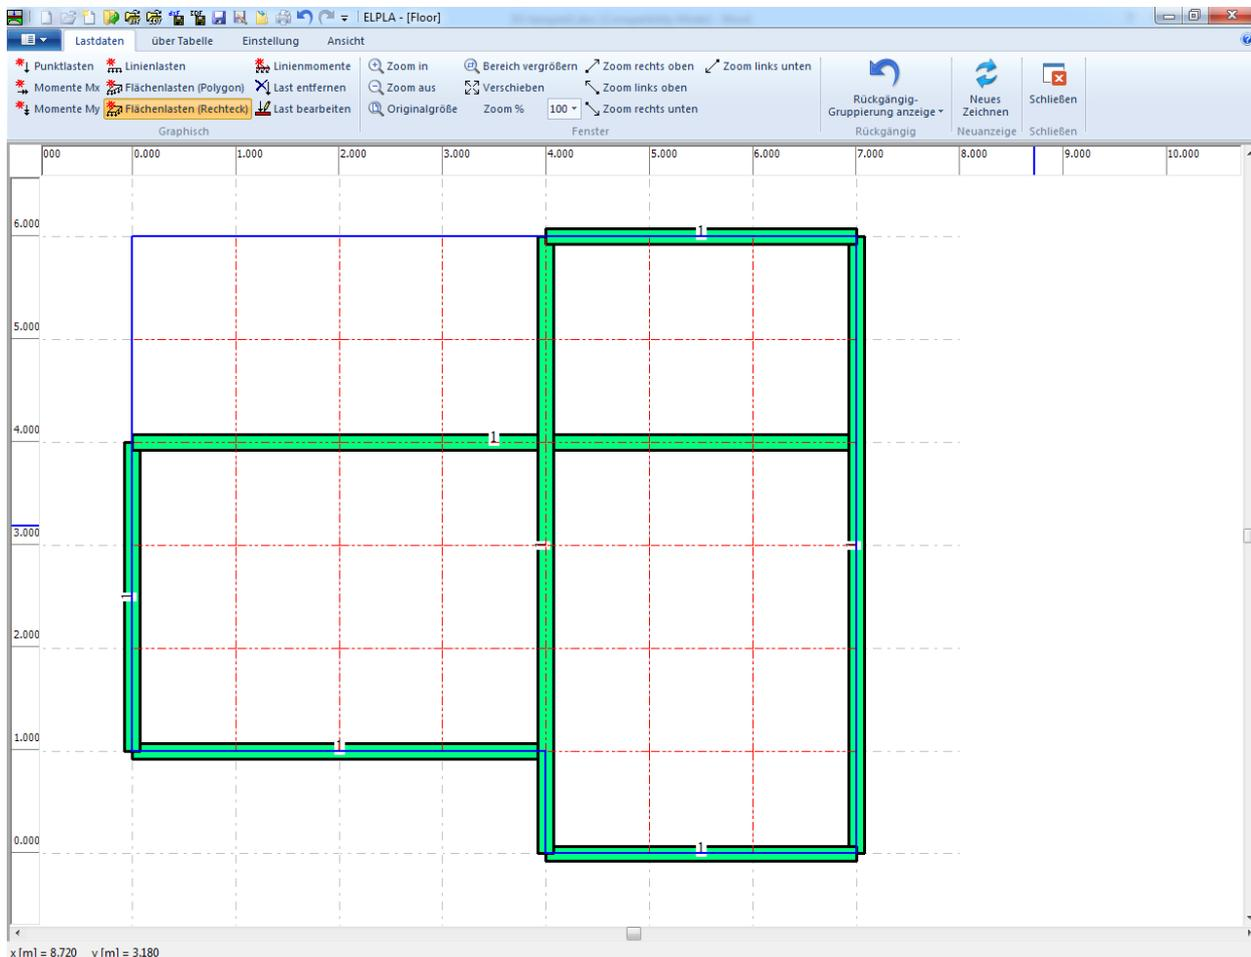
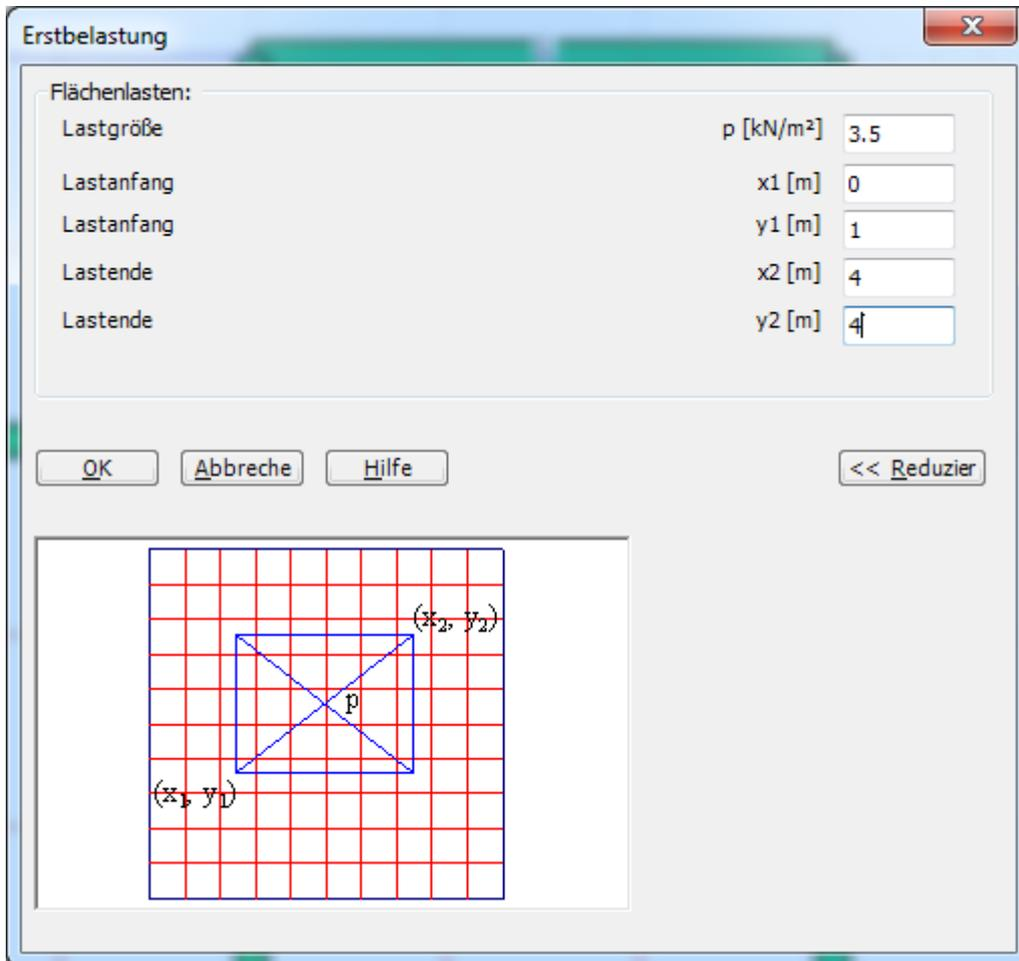

Bild 2.31 "Lastdaten" Fenster
Bild 2.32 Dialogfeld "Belastung"
- Wählen Sie "Lastdaten" aus der Registerkarte "Daten". Das folgende Fenster im Bild 2.31 mit den Stäben auf dem Netz erscheint
- Wählen Sie "Flächenlasten" aus dem Menü "graphisch" im Fenster von Bild 2.31. Wenn der Befehl "Flächenlasten" gewählt wird, ändert sich der Cursor von einem Pfeil zu einem Kreuz. Dann kann die Flächenlast mit Halten der linken Maustaste unten am Anfangspunkt der Flächenlast definiert werden. Wenn der Cursor gezogen ist, erscheint eine Box. Damit wird eine Flächenlast gezeigt, um sie zu definieren. Nach Freigabe der linken Maustaste erscheint das folgende Dialogfeld im Bild 2.32 mit der Lastgröße und den Koordinaten